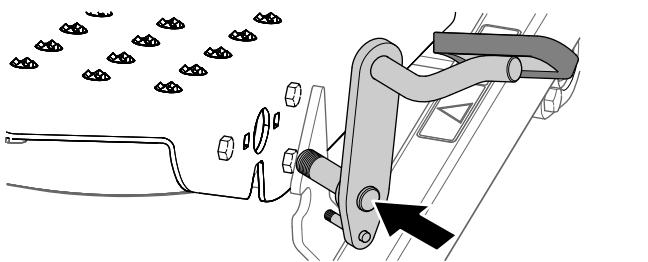

Bild 11
8. Fluchten Sie das Feststellpedal mit der linken Fußplattform und den Löchern in der Schwenkhalterung aus (Bild 11).